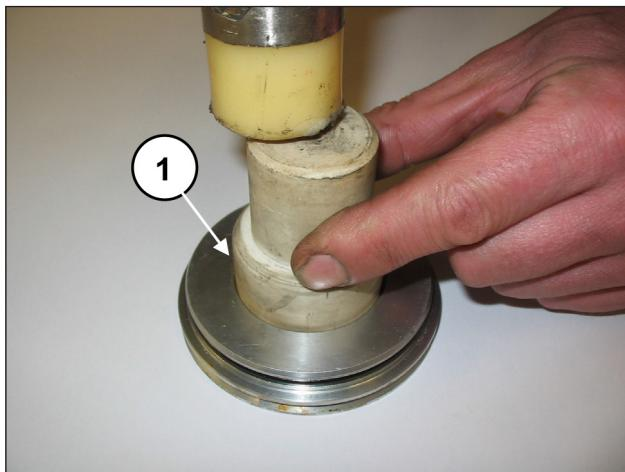
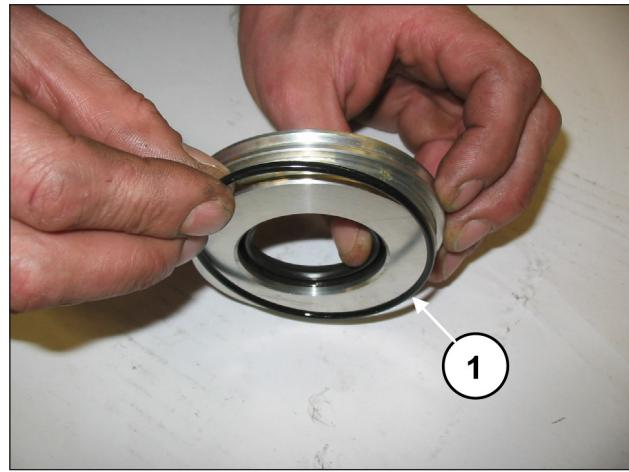

图 5
图 6
取出径向密封环(位置①, 图 5)和外部O形环(位置①, 图 6)。